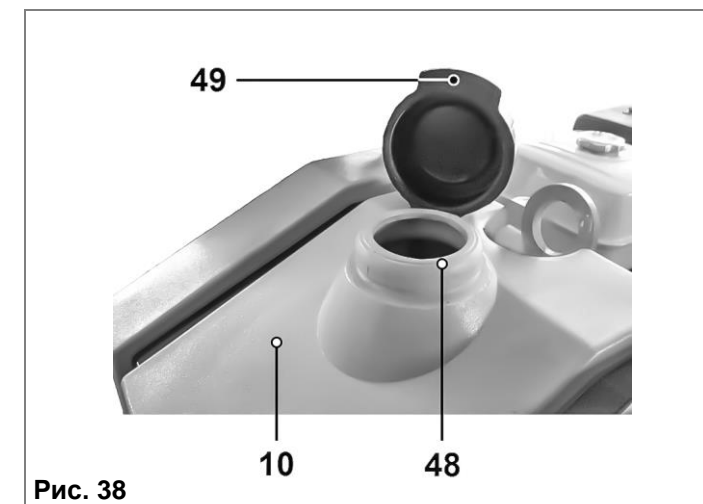

Рис. 38
В процессе трамбовки давление вибротатка на поверхность увеличивается, если наполнен бак для воды (10) (Рис. 38).
10.1. Откройте крышку водяного бака (49). Заполните водяной бак (10) водой через горловину (48). Объем водяного бака 70 л (Рис. 38).